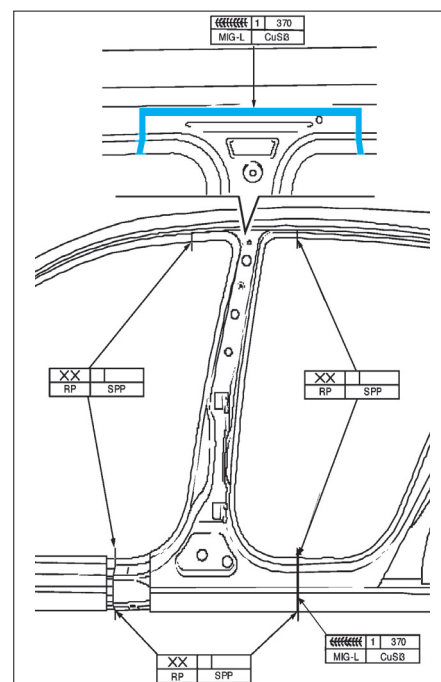

FIG. 81
- Souder les points et les cordons de soudure du revêtement de montant B (fig. 81).